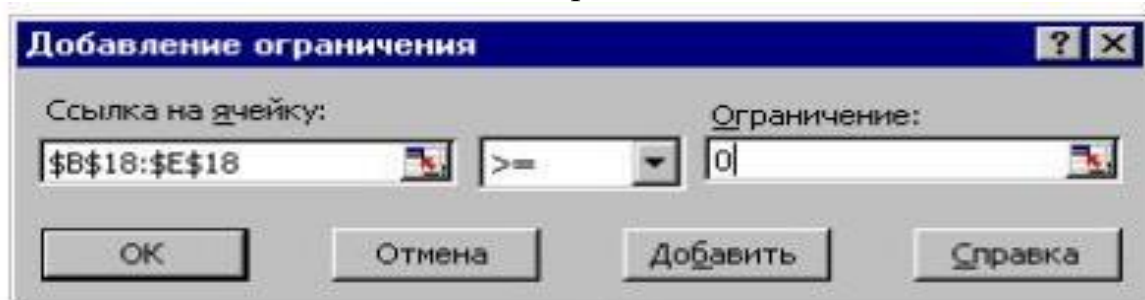

Рис. 5.
18. Наберите на клавиатуре цифру 0 и убедитесь, что окно команды «Добавление» имеет вид, показанный на рис. 5.